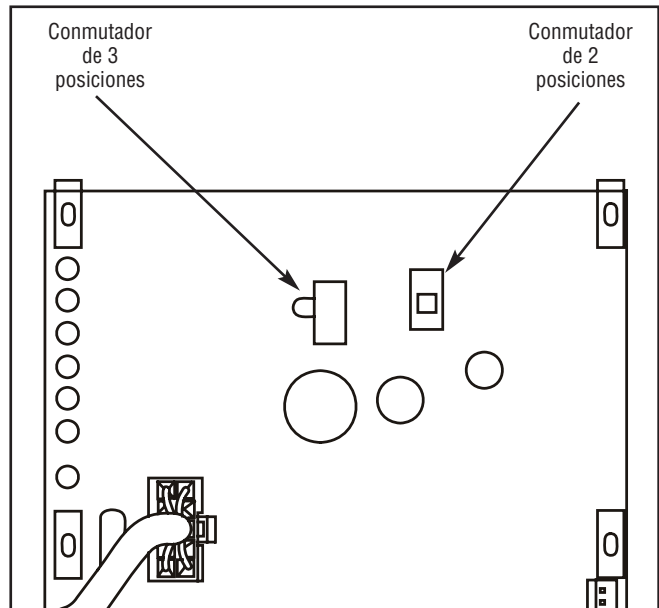

Figura 3 — Módulo de control
- Coloque el conmutador deslizante de 2 posiciones en el módulo de control, en la posición NG o LP (Figura 3), según corresponda al sistema de reserva doméstico instalado.
- Coloque el conmutador deslizante de 3 posiciones en el módulo de control de manera que coincida con el valor nominal del sistema de reserva doméstico (Figura 3).